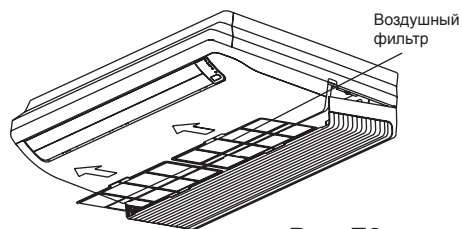

Рис. E2
2. Извлеките воздушный фильтр (см. рис. E2).